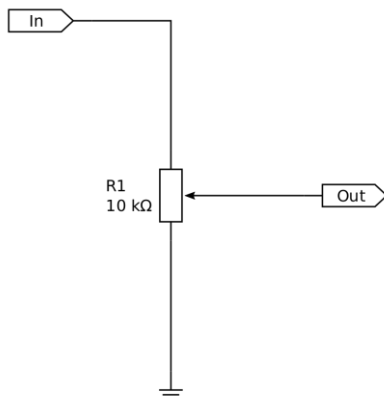

Рис. 2.6. Схема підключення змінного резистора
2. Підключити підстроювальний або змінний резистор за схемою подільника напруги (потенціометра) згідно рис. 2.6. Вхід In підключити до контакту 5V на платі Arduino Uno, вихід Out – A0.